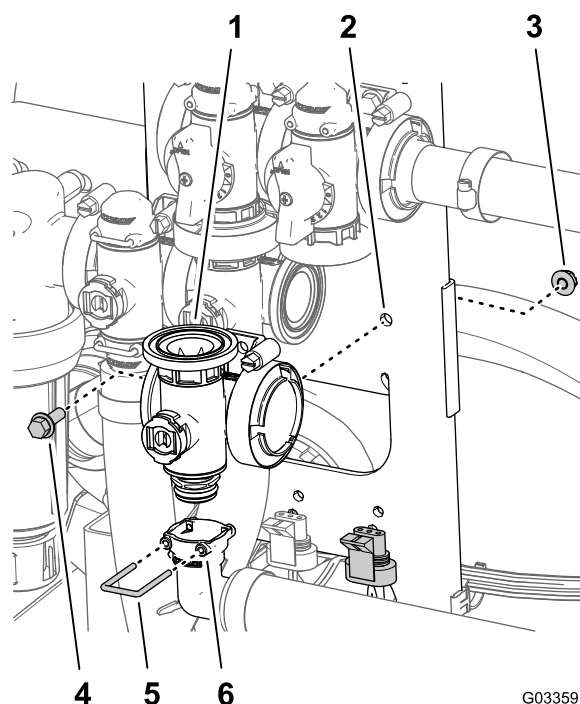

図 118
2. マスターブームバルブ用のマニホールドカップリングに90° 出口フィッティングを固定しているリテーナを外す 図 118。
3. マスターブームバルブをバルブマウントに固定しているフランジヘッドボルト $\frac{1}{4} \times \frac{3}{4}$ "とフランジロックナット $\frac{1}{4}$ "を外してバルブマニホールドを機体から取り外す 図 118。